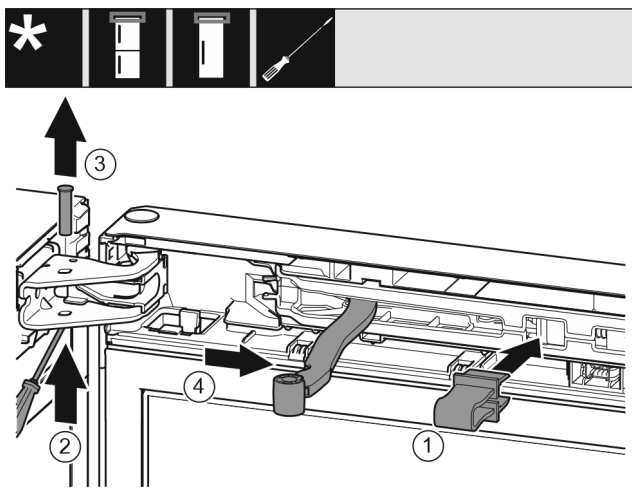

Fig. 8
- ▶ Lad sikringen klikke på plads i åbningen Fig. 8 (1)
- ▶ Skub bolten ud med en skruetrækker Fig. 8 (2)
- ▶ Tag bolten opad og ud Fig. 8 (3)
- ▶ Drej leddet mod døren Fig. 8 (4)